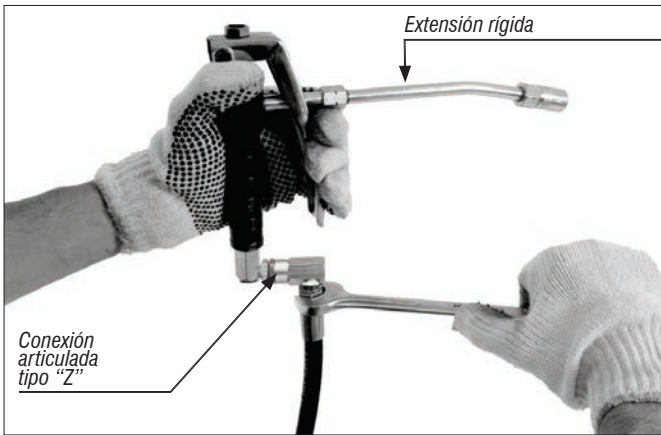

Fig. 5 – Extensión rígida/conexión articulada tipo Z
- Con el auxilio de una llave fija (no acompaña), apriete la otra extremidad de la manguera de alta presión a la conexión articulada tipo Z de la pistola de aplicación de grasa. Conecte la extensión rígida en la conexión de salida de la pistola de la aplicación de grasa (Fig. 5);